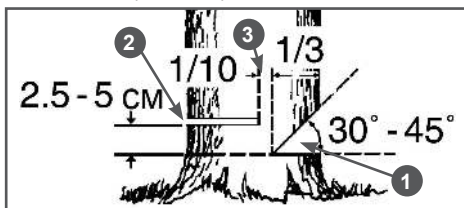

Рис. 14 Расположение запила, пропила и недопила
- Начните пилить с той стороны дерева, куда оно должно упасть (Рис. 14). Сделайте запил 1 с той стороны, куда должно упасть дерево, глубиной примерно 1/3 диаметра ствола и под углом от 30 до 45 градусов (Рис. 14). Линия стыка двух пропилов, образующих запил, называемая направляющей линией, должна располагаться как можно более горизонтально и под углом 90 градусов к направлению валки.
- Сделайте основной валочный пропил 2 с противоположной стороны, выше основания запила на 2,5-5 см. Между основным пропилом и запилом должен оставаться недопил 3 примерно 1/10 диаметра ствола. Вставьте своевременно клин в пропил 2 (Рис. 14). Недопил 3 действует как шарнир и
позволяет контролировать падение дерева (Рис. 14).
Ни в коем случае не допиливать до конца недопил 3 (Рис. 14), так как вы не сможете контролировать направление падения дерева.